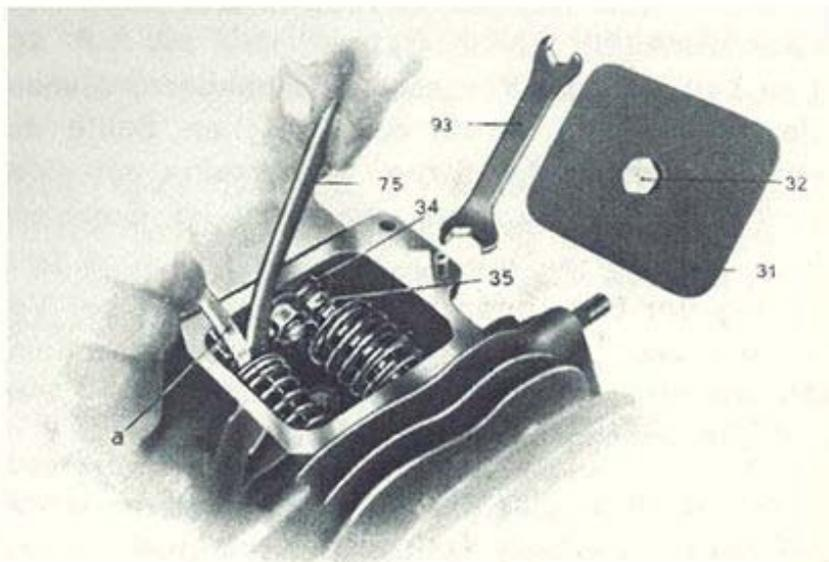

Abb. 14 Einstellen des Ventilspiels der Tourenmaschine
Auch das Ventilspiel zwischen Ventilschaft **36** und Stösselschraube **35** bzw. Druckschraube **3** (Abb. 14, 15 u. 36), das bei **kalt**em Motor etwa 0,1 mm betragen soll, ist von Zeit zu Zeit nachzuprüfen. Hierzu bedient man sich am besten eines schmalen Streifens von einem Briefpapierblatt, da dieses der Stärke ungefähr entspricht. Im nachstehenden wird
**Tourenmaschine:** Zunächst wird der Deckel **31** zur Ventilkammer durch Lösen der mit diesem verbundenen Kopfschraube **32** abgenommen (Abb. 14 u. 36). Vor dem Einstellen überzeuge man sich, daß der Stößel **33** auf dem Grundkreis des Nockens aufsitzt und nicht etwa die an- oder absteigende Nockenkurve berührt, was man durch leichtes Vor- und Zurückdrehen der Kurbelwelle mit dem Fußanwerfhebel feststellt. Hierbei darf sich der Stößel **33** weder heben noch senken. Mittels des dem Werkzeug beigegebenen Schlüssels **75** hält man den Stößel fest und löst mit dem zweiten Schlüssel **93** die auf dem Stößel befindliche Gegenmutter **34**. Nun kann man die im Stößel sitzende Stößelschraube **35** soweit nachstellen, bis sich der Papierstreifen **a** ohne Schwierigkeit zwischen Ventilschaft und Stößelschraube **35** einführen läßt. Ist die Einstellung richtig, zieht man die Gegenmutter **34** wieder fest an, indem man mit dem Schlüssel **93** die Stößelschraube **35** festhält. Die Ventilkammer ist nachdem durch den Deckel **31** wieder zu verschließen (Abb. 14).